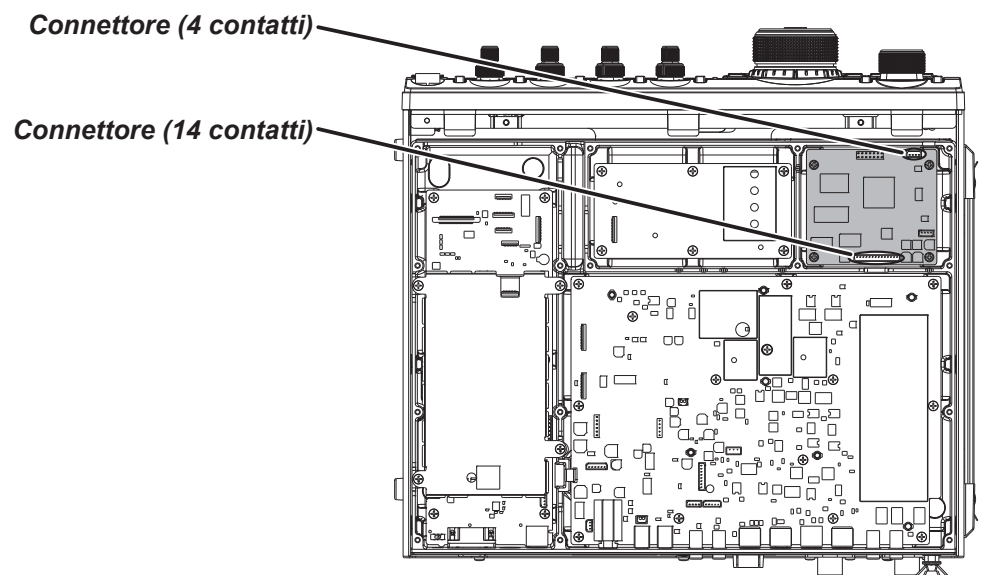

FIGURA 3
6. Facendo riferimento alla Figura 3, collegare i cavi corretti rispettivamente ai connettori a 4 e a 14 contatti sull'FFT-1.